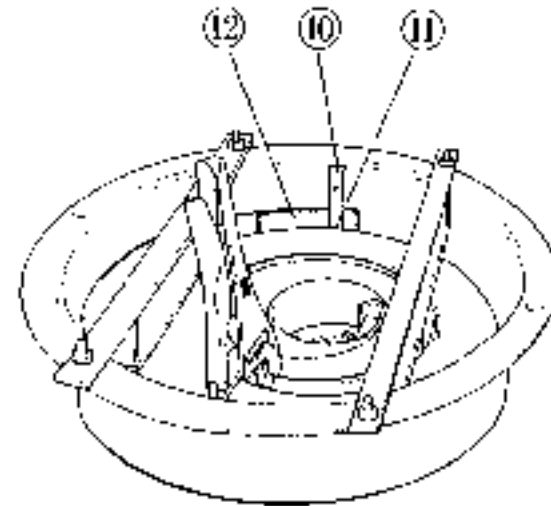

Fig. 6
- 3) Remove the vice pliers from the outer end side of spring ⑩, attach auxiliary spring ⑨ and plate ⑪, and fasten with bolt ⑫ coated with screw locking compound. (Fig. 6)
- 3) スプリング⑩の外端部側のバイスプライヤを外し、補助スプリング⑨、プレート⑪を取り付け、ネジロック剤を塗布したボルト⑫で固定する。(Fig. 6)